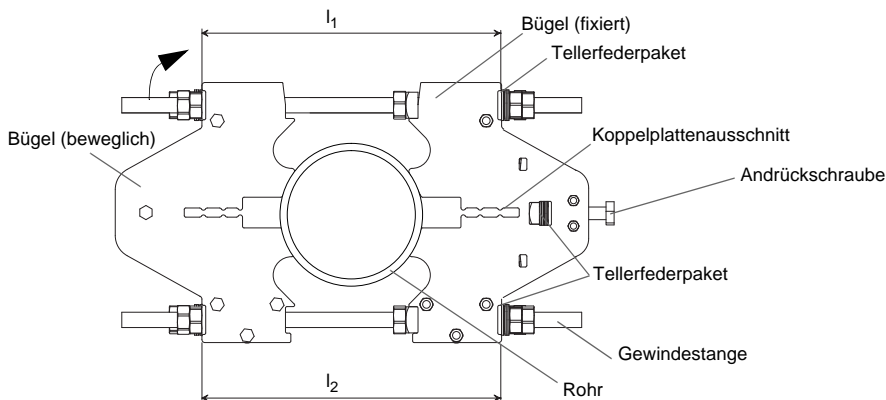

Abb. 3.2: Rohrhalterung am Rohr (Vorderansicht)
Die Rohrhalterung hat 2 Bügel, die durch 2 Gewindestangen verbunden sind (siehe Abb. 3.2). Ein Bügel ist auf den Gewindestangen verschiebbar. Der andere Bügel ist mit Muttern an den Gewindestangen fixiert. Er hat eine Andrückschraube zur Befestigung der Koppelplatte und 3 Tellerfederpakete zum Ausgleich von Rohrdurchmesseränderungen bei Temperaturschwankungen.
- Lösen Sie die Muttern der Gewindestangen auf der Seite des beweglichen Bügels, aber drehen Sie sie nicht ganz heraus (siehe Abb. 3.2).
- Drücken Sie die Gewindestange aus dem beweglichen Bügel (siehe Pfeil in Abb. 3.2).
- Ziehen Sie abwechselnd beide Muttern so an, dass sich die Rohrhalterung nicht verspannt oder verschiebt. Die Abstände l_1 und l_2 müssen gleich groß sein (siehe Abb. 3.2).